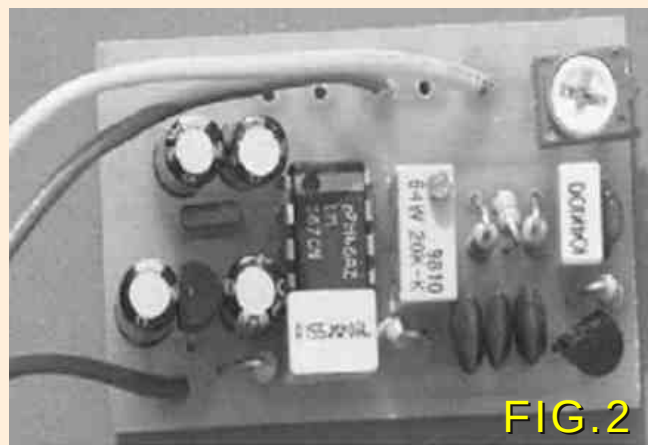

FIG.2
Dans ce montage, le composant critique est C5 qui devra être de bonne qualité et stable en température afin d'éviter les dérives en fréquence. On choisira donc par exemple un modèle de type MKT, mylar, polyester ou métal film. Le montage pourra se faire sur une plaquette à pastille ou sur un circuit spécialement conçu tel que celui de Eric van de Weyer - VK2KUR (fig. 2 et 3). La dimension en est de (L) 45mm x (l) 28mm x (h) 12mm ; le montage pourra donc être facilement inséré dans votre vieux transceiver. Ce montage a été testé en VK avec de bons résultats et sur de nombreux types de transceivers. Grâce au régulateur 78L05, la tension d'alimentation n'est pas critique et peut être comprise entre 8 et 13,8 V.